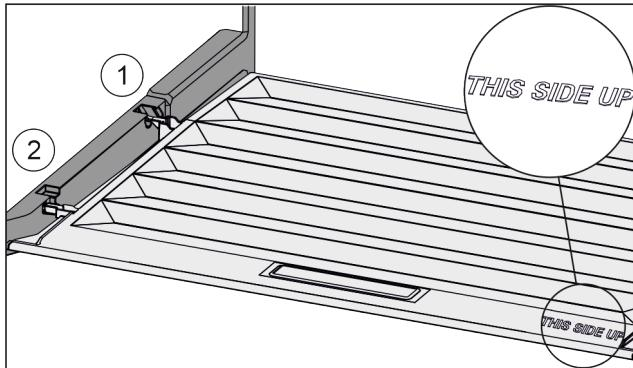

Fig. 57
- Встановити поперечні ребра через отвір заднього тримача Fig. 57 (1) і зафіксувати спереду у тримачі Fig. 57 (2).